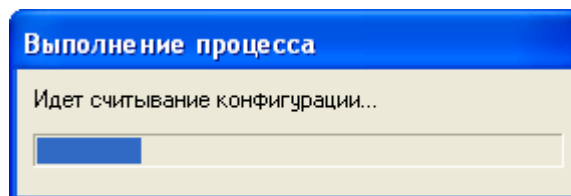

Рисунок 2.4
Кнопка «**Считать**» (4) позволяет считать текущую конфигурацию прибора. Считанные данные отображаются в соответствующих полях программы. Ход считывания отображается в окне (рисунок 2.4).